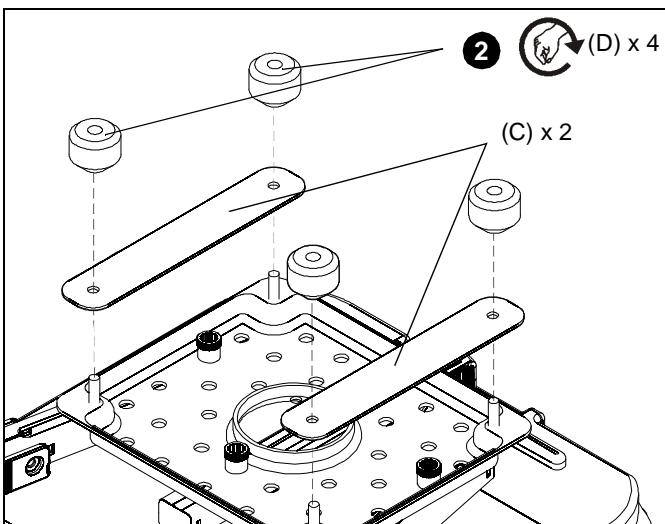

Abb. 10
- Montieren Sie die Sicherheitsanschlussplatten (C) über den Schrauben an der SLBU-Hauptplatte. (See Figure 10)
- Montieren Sie die Flügelmuttern (D) ein Stück weit auf die Schrauben der SLBU-Hauptplatte. (See Figure 10)